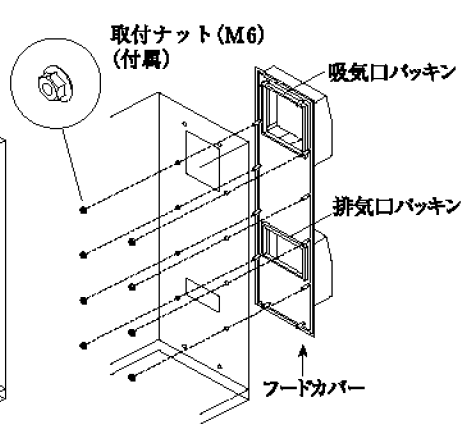

図3
4. フードカバーをキャビネットの抜き穴に差し込み、左右のボルト部を付属の取付ナット(M6)にてキャビネットへ確実に固定してください。(図3)